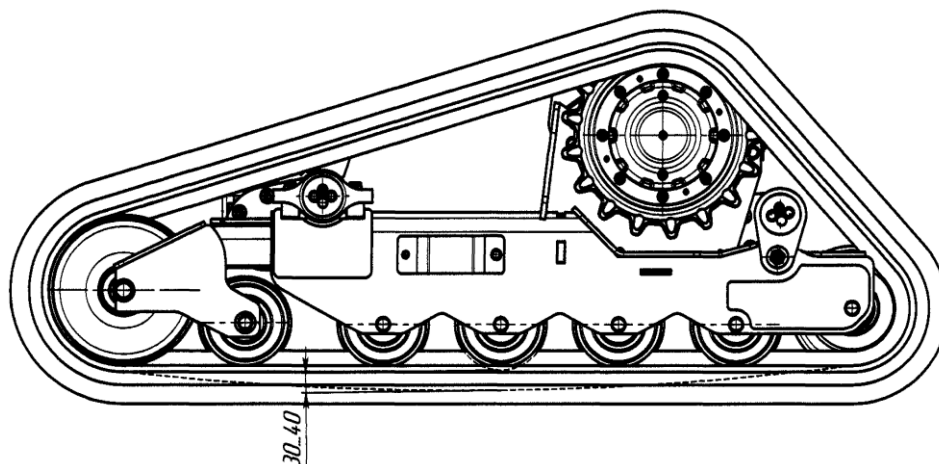

Рисунок 5.84. Прогиб гусеницы
- Измерить провисание гусеницы. Прогиб между поверхностью гусеничной ленты и центральным опорным катком должен быть 30...40 мм, см. рис. 5.84.